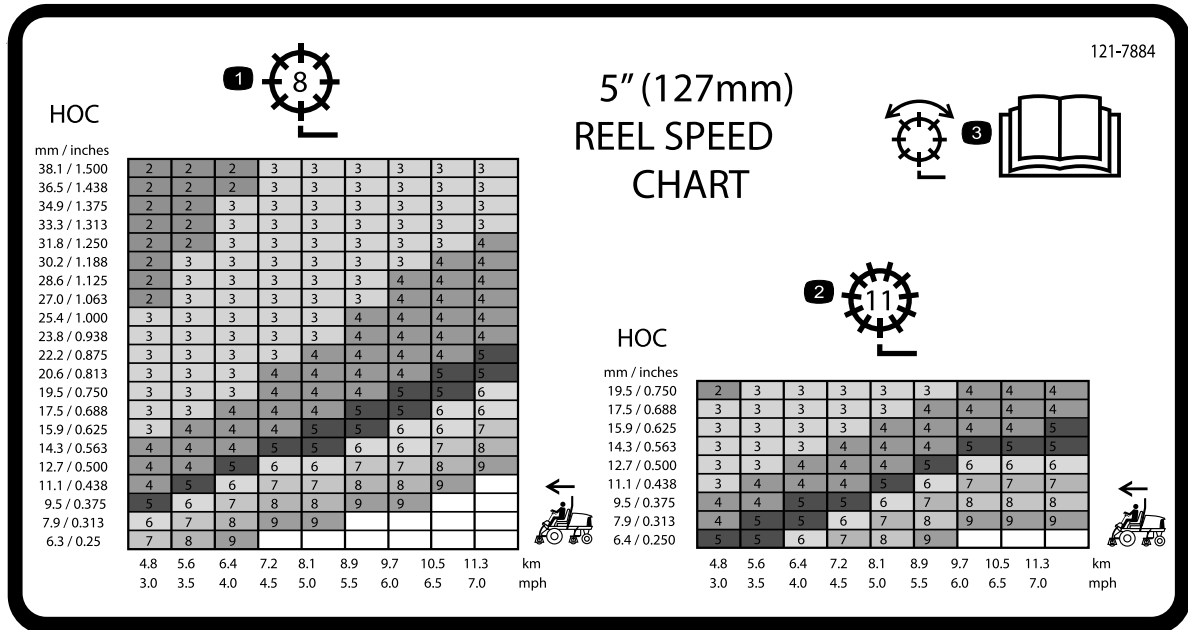

Figura 32
3. Consultate il grafico della velocità del cilindro sull'adesivo (Figura 32) per stabilire la velocità del cilindro esatta.